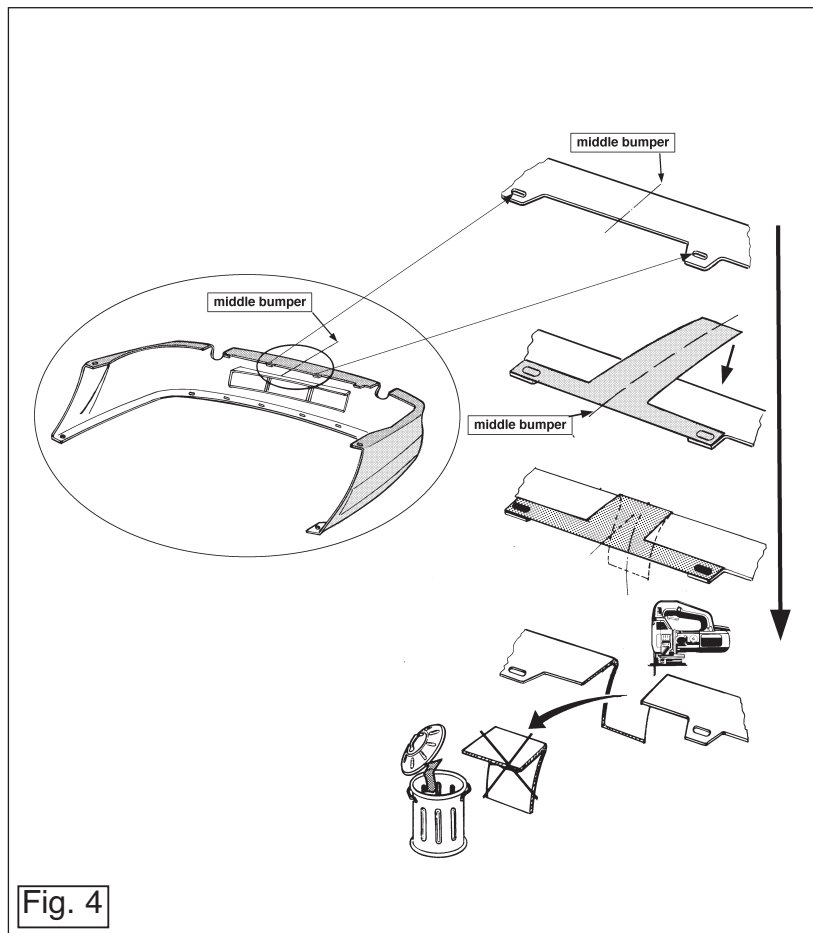
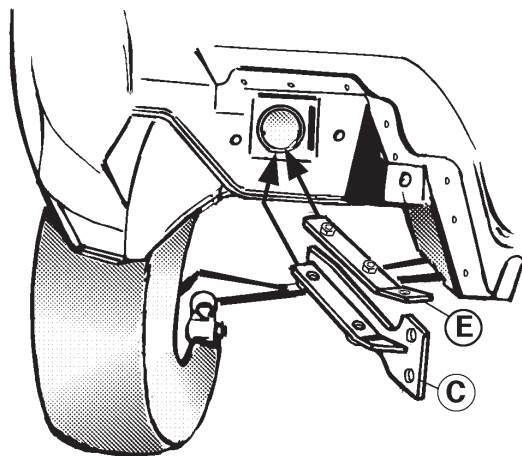

Fig. 4
Fig. 5
2. Appliquer le gabarit conformément à la fig. 4 sous la partie centrale du pare-chocs du côté extérieur. Appliquer le gabarit de telle sorte qu'il suive bien les contours du pare-chocs et découper un morceau de 170 mm x 45 mm. Placer les supports C et D ainsi que les contre-pièces E dans le châssis conformément aux figures 5 et 6. Fixer à l'emplacement des points B quatre boulons M12x60 SANS SERRER y compris les rondelles grover et de blocage. Amener le crochet d'attelage entre les supports C et D conformément au croquis et à la fig. 1. Fixer SANS SERRER à l'emplacement des points G deux boulons M12x30, rondelles grover comprises, et à l'emplacement des points H deux boulons M12x30, écrous et rondelles grover compris.
2. Anbringa schablonen på kofångarens mitt, på under- och utsidan enligt fig. 4. Se till att schablonen följer kofångarens konturer och skär ut en del på 170 mm x 45 mm. Anbringa stöden C och D och kontraplåtarna E i chassit enligt fig. 5 och fig. 6. Fäst fyra bultar M12x60 inklusive fjäder- och förslutningsringar vid punkterna B. Vrid fast dessa bultar FÖR HAND. Anbringa dragstången mellan stöden C och D, enligt ritningen och fig. 1. Fäst två bultar M12x30 inklusive fjäderringar vid punkterna G och två bultar M12x30 inklusive muttrar och fjäderringar. Vrid fast dessa bultar FÖR HAND.
2. Anbring skabelonen ifølge fig. 4 på undersiden af kofangeren, midtpå underkanten. Lad skabelonens kant løbe langs med kofangerens yderkant, og skær et stykke af på 170 mm x 45 mm. Placer beslagene C og D samt spændpladerne E i chassiset ifølge fig.5 og 6. Monter fire bolte M12x60 MANUELT ved punkterne B, inklusiv fjeder- og planskiver. Anbring anhængertrækket ifølge tegningen og fig.1 mellem beslagene C og D. Monter MANUELT to bolte M12x30 ved punkterne G, inklusiv fjederskiver, og to bolte M12x30 ved punkterne H, inklusiv møtrikker og fjederskiver.
2. Situar la plantilla en el centro del lado inferior del exterior del parachoques, según indica la fig. 4. La plantilla seguirá los contornos del parachoques y recortar una parte de 170mm x 45mm. Colocar en el chasis los soportes C y D así como las contratueras E de acuerdo con las figuras 5 y 6. Fijar a la altura de los puntos B cuatro tornillos M12x60 inclusive arandelas grover y planas; SIN APRETAR DEL TODO. Situar el gancho de remolque entre los soportes C y D de acuerdo con el croquis. Fijar a la altura de los puntos G dos tornillos M12x30 inclusive arandelas grover y a la altura de los puntos H dos tornillos M12x30 inclusive tuercas y arandelas grover. SIN APRETAR DEL TODO.